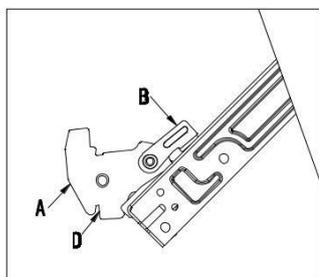

Рис. 1
Для облегчения процесса очистки внутри духового шкафа Вы можете снять дверцу (рис. 1).
1. Откройте дверцу полностью и поднимите два рычага «В» (рис. 1);